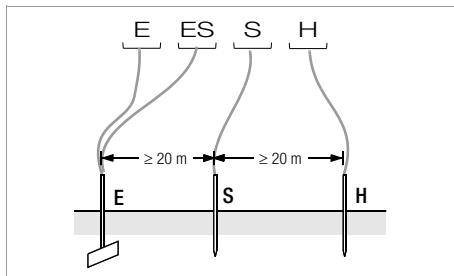

Bild 3 Messung des Erdungswiderstandes nach dem Vierleiterverfahren
- ❖ Setzen Sie die Spieße für Sonde und Hilfs Erder in mindestens 20 m bzw. 40 m Entfernung vom Erder (vgl. Bild 3 Seite 19).